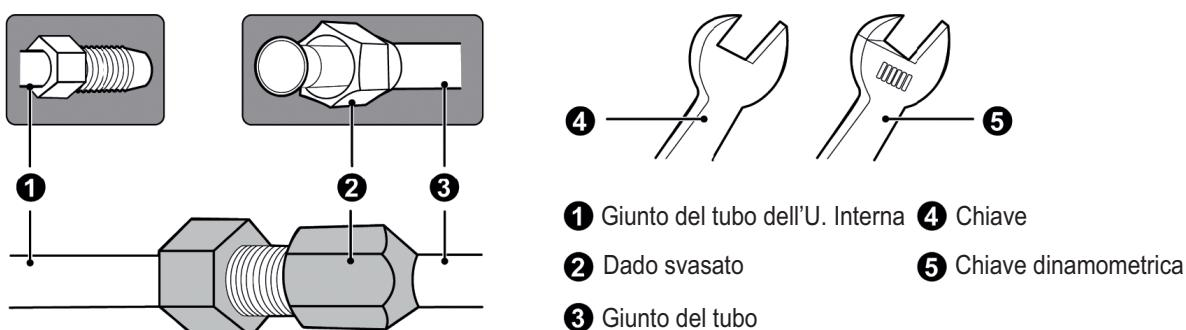

Fig. 4.6
- (1) Serrare a mano il dado svasato sul tubo in rame al centro del giunto, come mostrato in Fig. 4.6.
- (2) Serrare il dado svasato con una chiave dinamometrica.